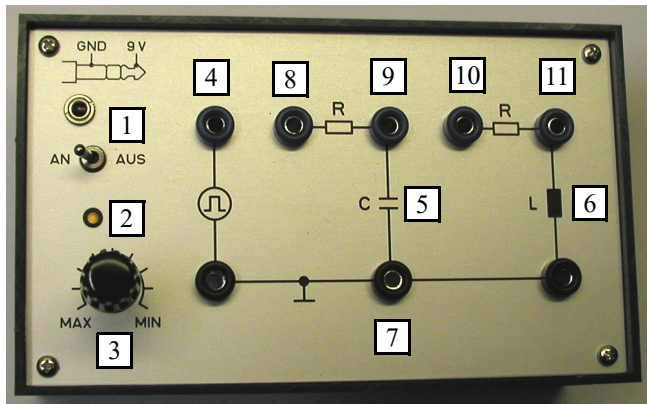

Bild 5.1 Signalbox
Für die Versuchsdurchführung steht Ihnen eine Signalbox (s. Bild 5.1) zur Verfügung, die einen Rechteckspannungsgenerator (4) sowie ein RC-Glied (5) und ein RL-Glied (6) beinhaltet.